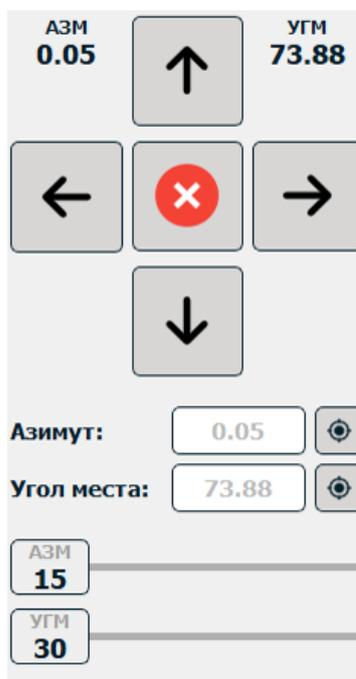

Рисунок 24 – Панель управления и контроля телеметрии
3.3.3.2.4 Панель управления и контроля телеметрии (рисунок 24)